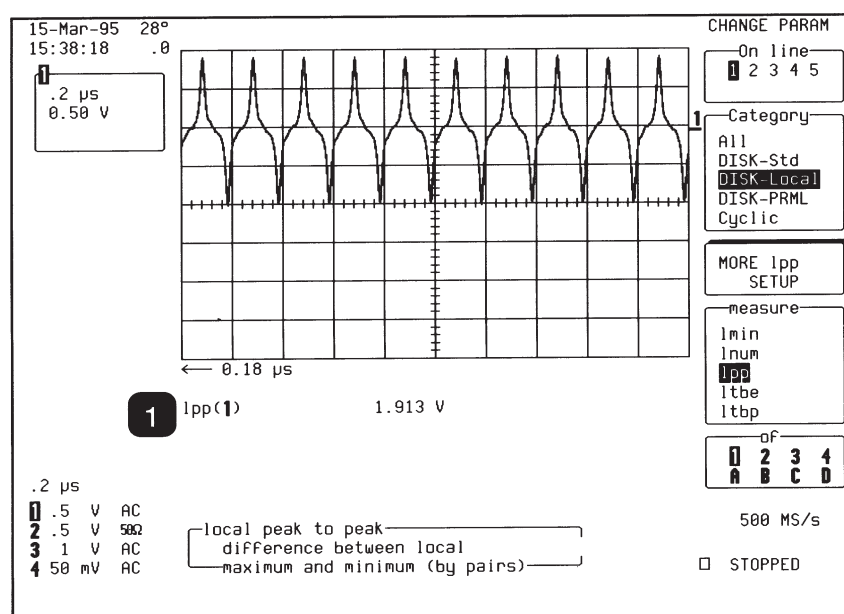

図 5
ヒストグラムは、一連の波形パラメータ測定値をグラフ化して作成されます。最初のステップは、ヒストグラムにグラフ化する波形パラメータの定義です。図5の画面表示は、チャンネル1のディスク・ドライブ波形のローカル・ピーク・ツー・ピーク (lpp) パラメータ測定 (注記①) です。